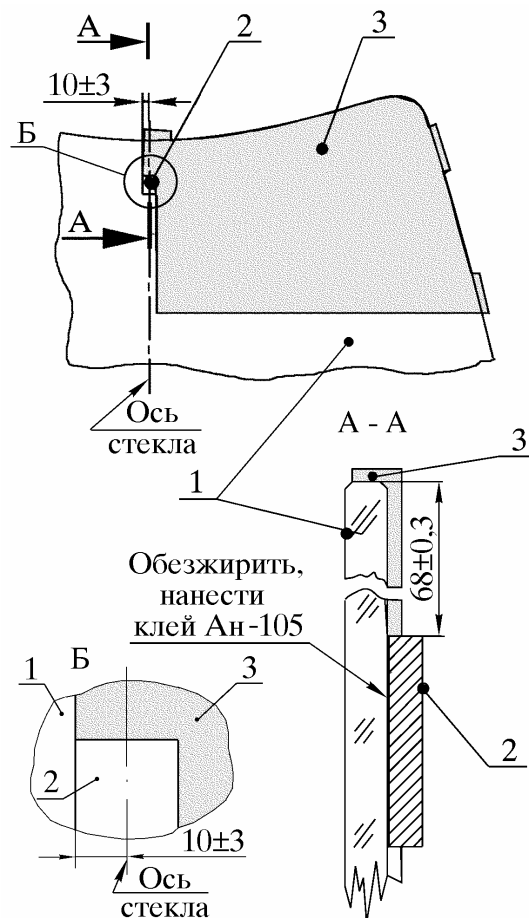

Рис. 8. Приклеивание пластины зеркала заднего вида внутреннего к ветровому стеклу:
6.2.1. Очистить сопрягаемые поверхности стекла 1 (рис. 8) и пластины 2 от остатков клея.
6.2.3. Наложить шаблон 3 на поверхность стекла 1, как показано на рис. 8 (шаблон технологический).